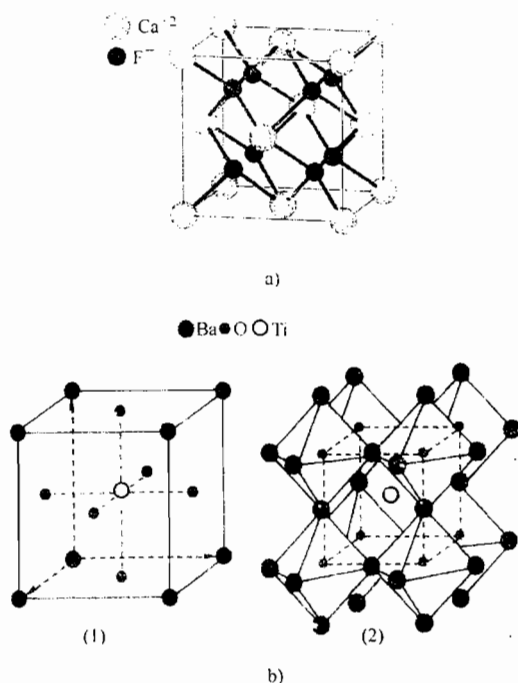

图 5-5 第二题第 2 小题解答图
③ 配位多面体连接规则: 配位多面体倾向于共顶连接, 其次是共棱、共面连接。正离子的电价越高, 配位数越低, 则该效应越明显。
④ 在含有一种以上的正离子的晶体中, 电价大、配位数小的正离子周围的负离子配位多面体力图共顶连接。
⑤ 晶体中配位多面体的类型图最少。
2. 见图 5-5。